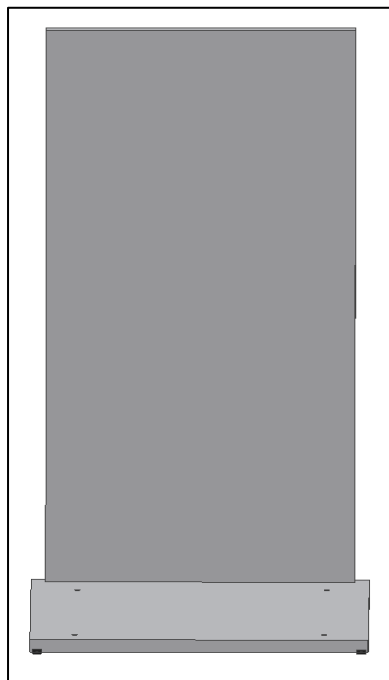

Fig. 3
- Encaixar **painel das costas** sobre o painel do fundo e apertar (Fig.3).